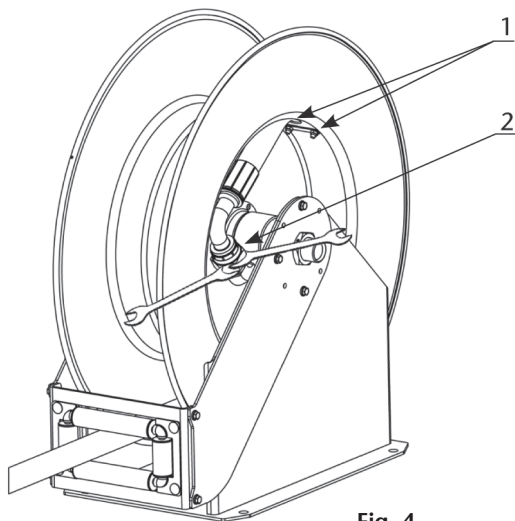

Fig. 4
2. Remove the U-bolt by loosening its nuts (1) and disconnect the hose from the swivel (2) by using two wrenches (fig. 4).
4. Connect the new hose to the swivel by using two wrenches. Place the U-bolt in such a way that it firmly holds the hose against the spool, and pull the hose in order to unlock the ratchet (fig. 4).
2. Retire el abarcón aflojando sus tuercas (1) y desconecte la manguera de la rótula (2) utilizando dos llaves (fig. 4).
4. Conecte la nueva manguera a la rótula utilizando dos llaves, coloque el abarcón de modo que sujete la manguera contra el tambor firmemente, y tire de ella para soltar el trinquete (fig. 4).
2. Retirez les boulons en U en desserrant leurs écrous (1) et débranchez le flexible de la rotule pivotante (2) en utilisant deux clés (fig. 4).
4. Raccordez le nouveau flexible à la rotule pivotante en utilisant deux clés. Placer les boulons en U pour maintenir le flexible fermement sur le tambour et tirez le flexible pour libérer le cliquet (fig. 4).
1. Disconnect the hoses of the inlet shaft (1) and the swivel joint (2) (fig. 7). On the swivel, use two wrenches (fig. 4) in order to avoid any shaft damage.
2. Loosen the set screw in the nut (3) and remove said nut.
3. Remove the screws (4) and the arm (5).
1. Desconecte las mangueras en la acometida (1) y en la rótula (2) (fig. 7). En la rótula utilice dos llaves (fig. 4) para evitar dañar el eje.
2. Afloje el prisionero de la tuerca (3) y desenrosque dicha tuerca.
3. Desenrosque los tornillos (4) y retire el brazo (5).
1. Déconnecter le flexible dans de l'axe central (1) et de la rotule (2) (fig. 7). Utiliser deux clés pour la rotule (fig. 4) pour éviter d'endommager l'axe.
2. Desserrer l'écrou prisonnier (3) et le retirer.
3. Dévissez les vis (4) et retirer le bras (5).